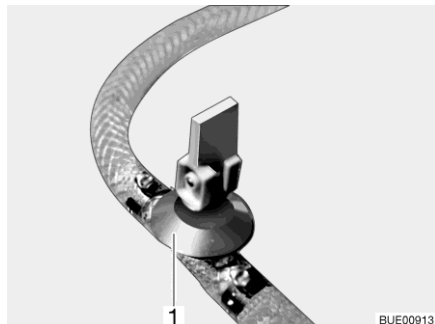

Fig. 137 Robinet de vidange
- Fermer le(s) robinet(s) de vidange. Placer le levier à bascule (Fig. 137,1) en position horizontale.
- Ouvrir le(s) robinet(s) de vidange (Fig. 137). Pour cela, placer le levier à bascule (Fig. 137,1) en position verticale. Le chauffe-eau se vide à l'extérieur.